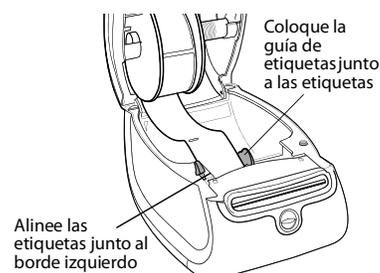

Ilustración 4
- Para cargar las etiquetas, inserte el borde izquierdo de la etiqueta en el borde izquierdo de la ranura de alimentación de etiquetas. Vea la Ilustración 4.
- 7 Alinee el borde izquierdo de la etiqueta con el borde izquierdo de la ranura de alimentación de etiquetas e introduzca la etiqueta en la ranura. Vea la Ilustración 4. La impresora lleva a cabo la alimentación de las etiquetas de forma automática y se detiene al comienzo de la primera etiqueta.
- 8** Deslice la guía de etiquetas hacia la izquierda hasta que quede alineada con el borde derecho de la etiqueta. Vea la Ilustración 4.